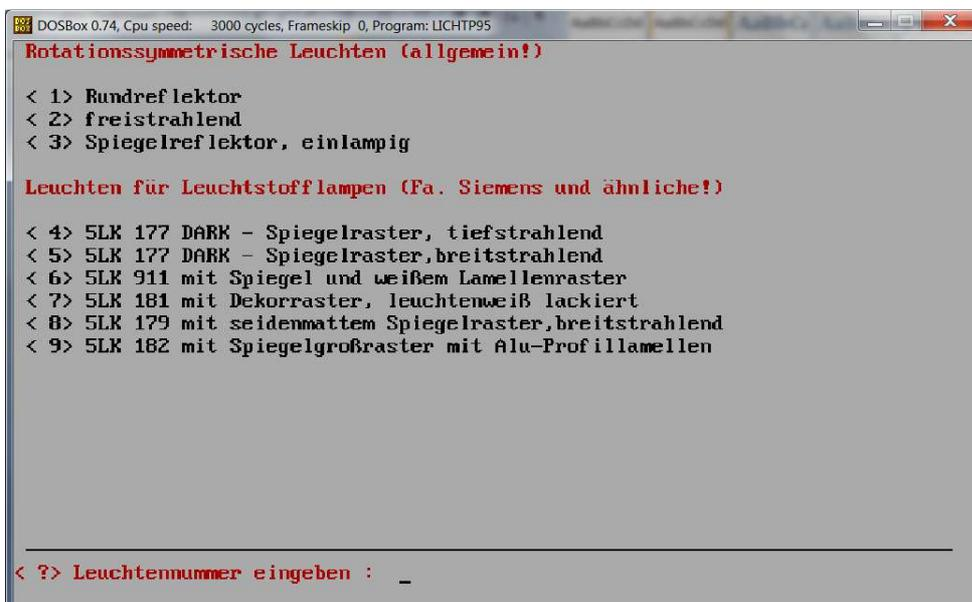

Bild 8) es werden nur Leuchten aufgeführt, die auch verwendet werden!
6.1 Untermenü LEUCHTENTYP (Bild 8)